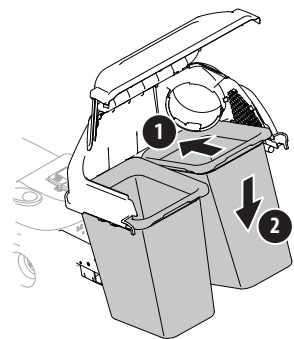

Figure 14
9. Installez les deux sacs à herbe sur leur support en insérant d'abord la partie avant du sac (1), comme indiqué dans la Figure 14, puis la partie arrière jusqu'à ce que chaque sac soit correctement placé sur son support (2).